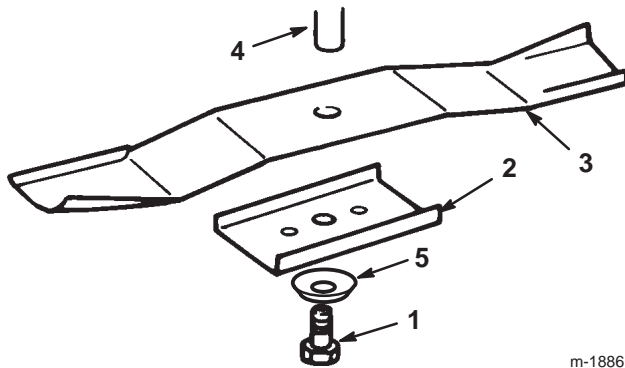

Bild 31
3. Entfernen Sie die Schraube (5/8 Zoll-Schlüssel), Wellenscheibe, den Halter und das Schnittmesser (Bild 31). Sie können einen Holzklotz zwischen das Schnittmesser und das Mähwerk keilen, um das Schnittmesser beim Entfernen der Schraube zu blockieren.
1. Bringen Sie das Schnittmesser, den -halter, die Wellenscheibe (Schalenseite zum Messer) und die Messerschraube an (Bild 31).